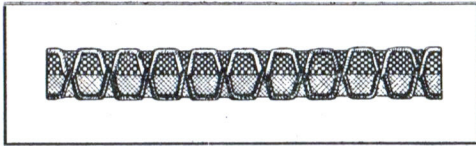

Abb. 6
- a) Die Fadenspannung muß so eingestellt sein, daß die Naht auf beiden Seiten das gleiche Bild zeigt. Wenn beide Fäden sich in der Mitte des Stoffes verschlingen, wie Abbildung 6 zeigt, braucht die eingestellte Spannung nicht geändert zu werden.